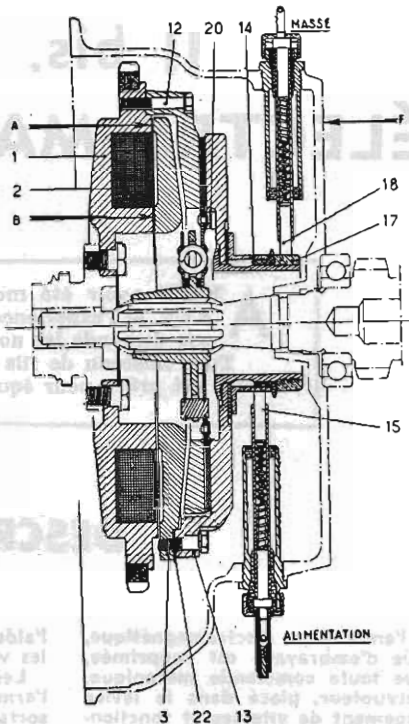

Fig. 52. — Coupe ab.
d) Un deuxième plateau (13), également en fonte de frottement, est fixé sur l'armature (3) par trois pattes imbriquées entre les pattes de fixation du premier. Celui-ci porte un manchon sur lequel est montée une bague collectrice d'alimentation, isolée du manchon, et recevant le courant au moyen d'un charbon (15) dont le support est monté sur le carter d'embrayage (fig. 52).
L'extrémité du manchon porte un filetage, sur lequel est vissée une bague collectrice (17) (fig. 52) de retour à la masse, assuré également par un charbon (18) du même genre que le premier, mais dont le conducteur est relié à la masse du châssis.
L'inverseur (1.) de tableau étant en position DYN, à laquelle il doit rester pendant la marche, sauf dans certains cas précisés plus loin, le circuit génératrice, groupe de résistances R3, puis R4 du rhéostat, résistance R1, relais (C) est fermé et le courant débité par la génératrice alimente l'embrayage par le charbon (15); le retour à la masse étant obtenu par le charbon (18). Schéma B et figure 52.
Par l'ouverture du carter inférieur, desserrer de deux tours les six vis fixant le plateau (13) à l'armature (3) (fig 52), et retirer les cales (22) placées entre ces deux éléments, à l'aide d'une pointe à tracer, passée dans les trous prévus à cet effet. Resserrer les six vis de fixation et procéder, si nécessaire, au réglage de la résistance, comme indiqué plus haut.